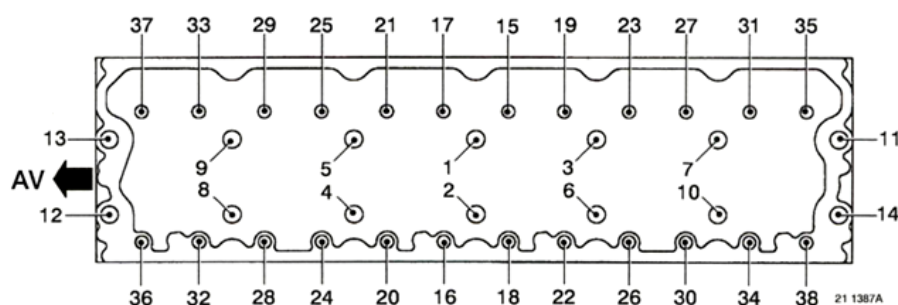

图 15 缸盖螺栓拧紧顺序
8.19.4 将 14 个 M20 的缸盖螺栓 (1~14) 和 24 个 M14 的缸盖螺栓 (15~38) 装到缸盖上，螺栓按图 15 顺序分四步拧紧：